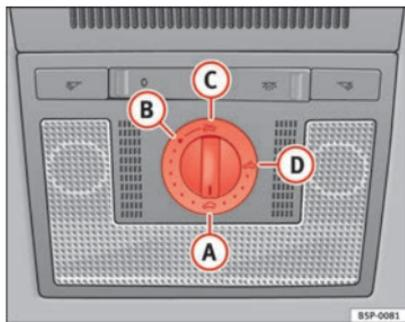

Fig. 70 Dettaglio del rivestimento interno del tetto: manopola del tettuccio scorrevole / sollevabile
- Ruotare la manopola sulla posizione **A** ⇒ fig. 70 ⇒ ⚠.